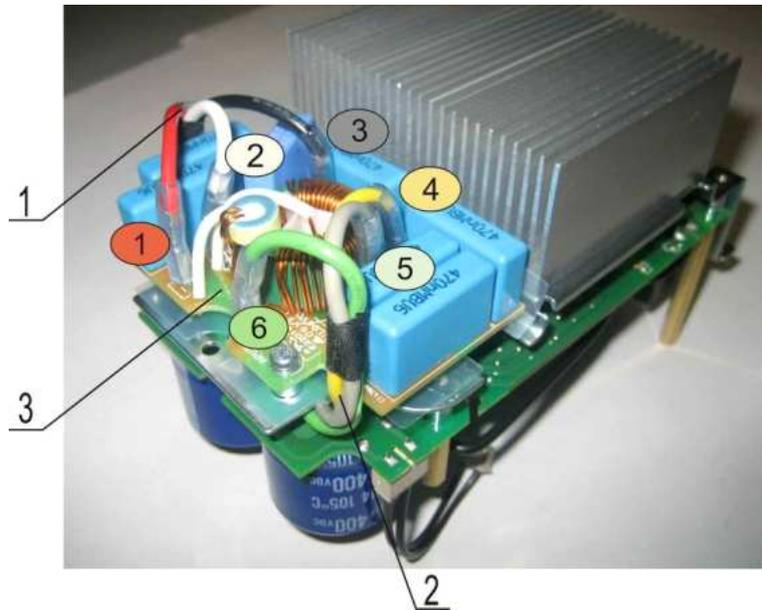

Рис. 7.12
7.3.10. Перевернуть модуль ПЧ. Соединить ножевые наконечники жгутов 1 и 2 с контактами на плате 3 в соответствии с табл. 7.2 и рис. 7.12.